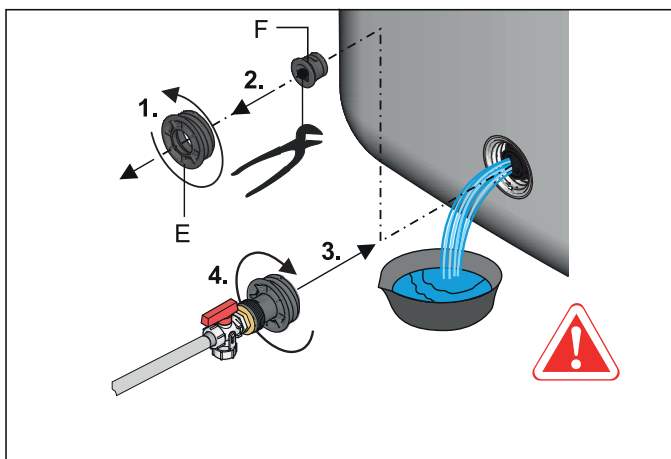

Bild 5-4 KFE-Befüllanschluss in Füll- und Entleeranschluss einschrauben
- 5 Am Füll- und Entleeranschluss das Gewindestück (Bild 5-4, Pos. E) herausdrehen, sowie den Verschlussstopfen (Bild 5-4, Pos. F) entfernen und **sofort** den vormontierten Gewindeeinsatz mit **KFE-Befüllanschluss** in den Füll- und Entleeranschluss (Bild 5-4) wieder **einschrauben**.